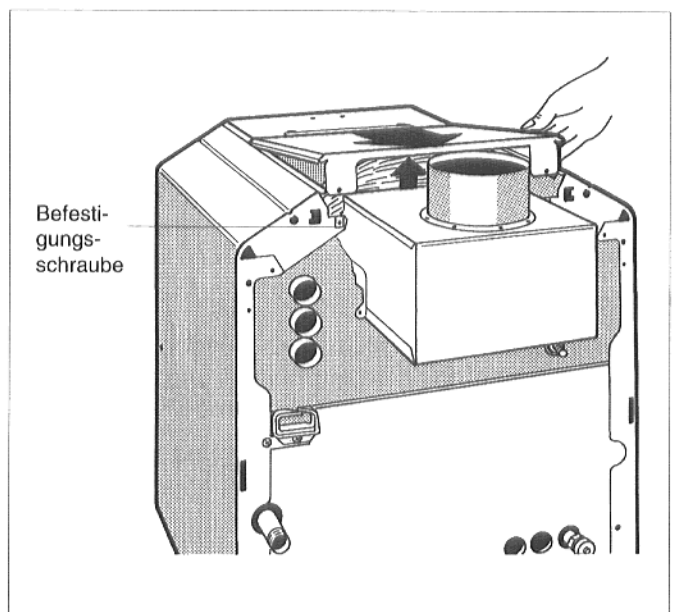

Abb. 8: Hintere Kesselhaube abnehmen
- Die beiden Befestigungsschrauben der hinteren Kesselhaube herausdrehen. Hintere Kesselhaube anheben und nach hinten wegnehmen (Abb. 8).